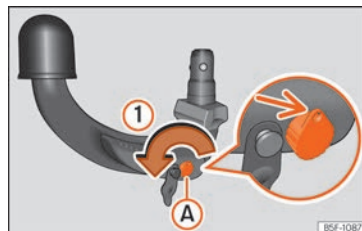

Abb. 264 Schritt 1
- Drehen Sie den Schlüssel in Pfeilrichtung ①, bis sich der gelochte Teil des Schlüssels oben befindet » Abb. 264 (Pfeil).